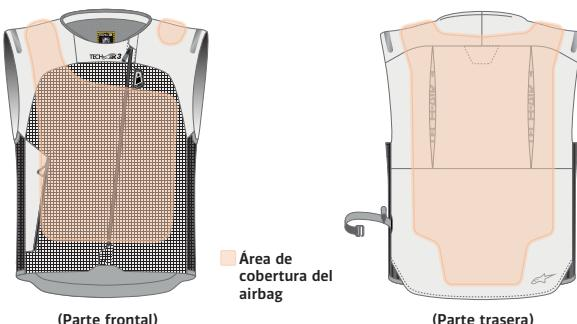

Imagen 2: Área de cobertura del airbag
El Sistema proporciona protección contra impactos, para aquellas zonas que se muestran en la Imagen 2, al usuario (tanto como piloto como pasajero) que lo lleve puesto en caso de accidente u otros eventos desencadenantes. Tenga en cuenta que existen limitaciones en la protección que puede proporcionar, tal y como se explica más adelante en este manual de usuario (véase la Sección 3.2 y la Sección 4 "Limitaciones de uso").
**¡ADVERTENCIA!** El Sistema brinda una protección limitada contra los impactos por las fuerzas ejercidas en las zonas de cobertura del airbag, tal como se muestra en la Imagen 2. No se garantiza que el Sistema evite lesiones (inclusive lesiones severas o mortales) dentro y/o fuera de las zonas cubiertas por el airbag o contempladas dentro del Envelope of Protection.